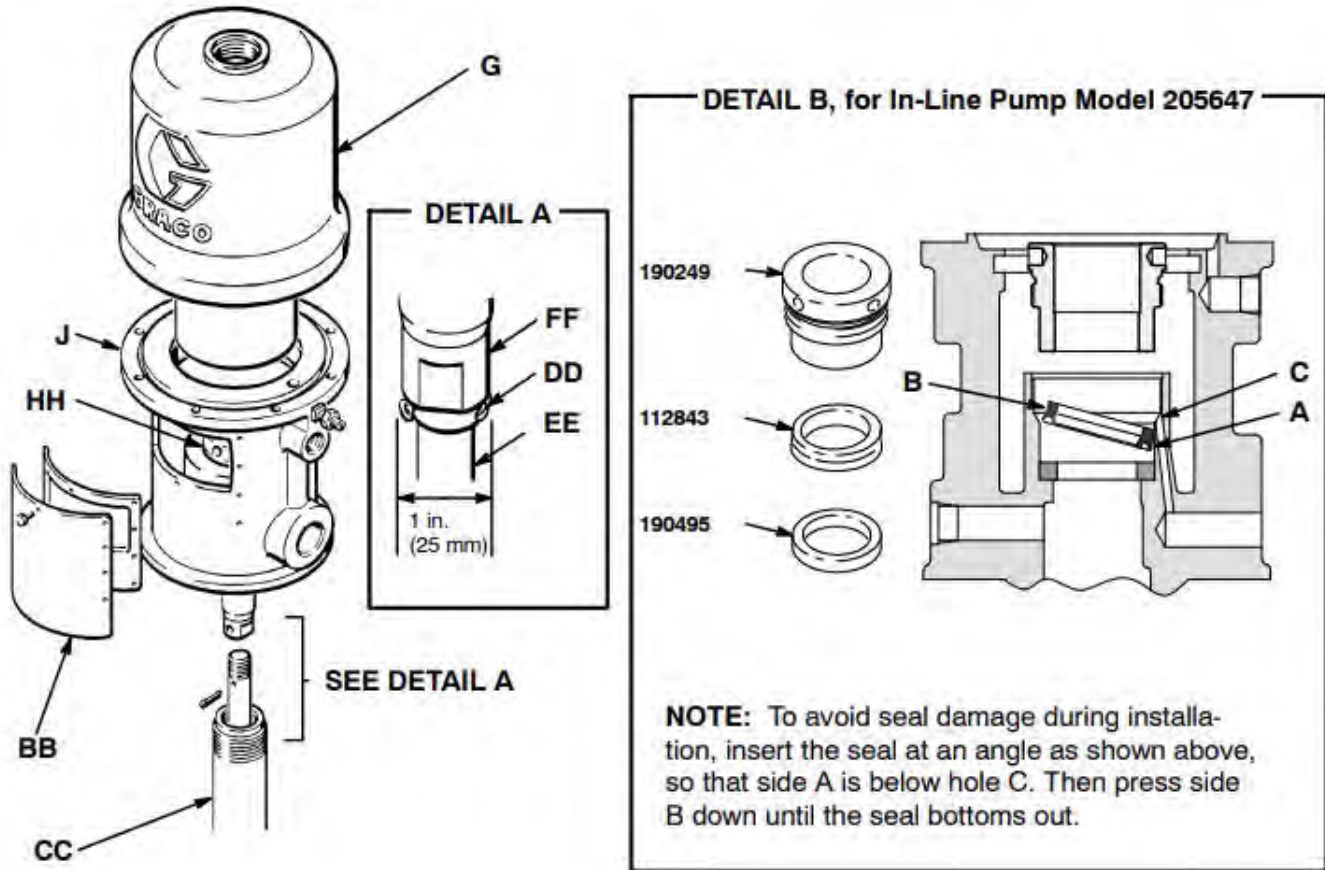

図 5: インラインエアモーターモデル 205647 または 206078、ポンプ搭載
注: 12 ページの図 5 と、14 ページの**部品**を参照してください。
1. ポンプを万力で挟み、置換シリンダー (CC) をエアモーターベース (J) から取り外します。置換ポンプ接続ロッドをエアモーターピストンロッド (FF) に固定しているコッターピン (DD) が見えるまで、置換シリンダーを引っ張ります。
2. コッターピン (DD) を取り外し、ポンプ接続ロッド (EE) をエアモーターピストンロッド (FF) から取り外します。**分解**、9 ページに記載の通りに、シリンダー (G) をエアモーターベース (J) から取り外します。
3. ルーバー式の排気プレート (BB) を取り外し、スロートパッキングナット (HH) を取り外します。スパナレンチまたは半径 5.6mm (0.22 in) のロッドを使用します。スペーサーとパッキンを、ベースとパッキングナットから取り外します。ベースのスロートパッキング領域とパッキングナットを清掃します。すべての部品を清掃して点検し、必要に応じて交換して下さい。
4. 軽い防水グリースで、パッキン、ピストンロッドおよびピストンフランジを潤滑します。スペーサーとパッキンを、ベースとパッキングナットに再取り付けます。V 字型パッキンのリップが下向きであることを確認します。詳細 B を参照してください。パッキングナットのネジを回してベースの中で緩めます。ピストンロッドをスロートベアリングに丁寧にスライドし、ピストンをベースの中に下げます。パッキングナットをしっかり締めます。プレート (BB) とシリンダー (G) を再度取り付けます。エアモーターを置換ポンプに再度取り付けます。
注: コッターピン (DD) の再取り付け時には、常にピン (ヘッドト接地ピンの両方) をロッド周囲の直径 25mm (1 in) 以内に分散して平らにしてください。詳細 A、図 5、12 ページを参照してください。
注: 12 ページの図 5 と、14 ページの部品を参照してください。
3. ルーバー式の排気プレート (BB) を取り外し、スロットパッキングナット (HH) を取り外します。スパナレンチまたは半径 5.6mm (0.22 in) のロッドを使用します。
4. パッキンナット (45)、オスおよびメスグランド (47、48)、V 字型パッキン (49)、ワッシャー (44)、ベアリング (46)、リテーナー (24)、ワイパー (22)、O リング (23)、U カップ (25)、ワッシャー (26) をベースから取り外します。
7. ワッシャー (26) をベースに取り付けます。パッキン (25) とワイパー (22) をリテーナー (24) に取り付けます。O リング (23) をリテーナーに取り付け、リテーナーアセンブリをベースに挿入します。
- 注:** パッキン (25) のリップが下を向いていて、ワイパー (22) の縁は上を向いていることを確認します。
8. ベアリング (46) とワッシャー (44) をベースに差し込みます。メスグランド (48)、V 字型パッキン (49)、およびオスグランド (47) をパッキンナット (45) に組み立てます。
9. スパーサーとパッキンを、ベースとパッキンナット (45) に再取り付けます。パッキンナットをベースにねじ込み、しっかりと締め付けます。ピストンロッド (FF) をスロットパッキングに丁寧に下方向にスライドし、ピストンをベースの中に下げます。プレート (BB) とシリンダー (G) を再度取り付けます。エアモーターを置換ポンプに再度取り付けます。
10. アウトレットアダプター (42) を 45 から 55 ft-lb (61 から 75 N-m) のトルクで締め付けます。
- 注:** コッターピン (DD) の再取り付け時には、常にピン（ヘッドト接地ピンの両方）をロッド周囲の直径 1 in. (25 mm) 以内に分散して平らにしてください。詳細 A、図 5、12 ページを参照してください。